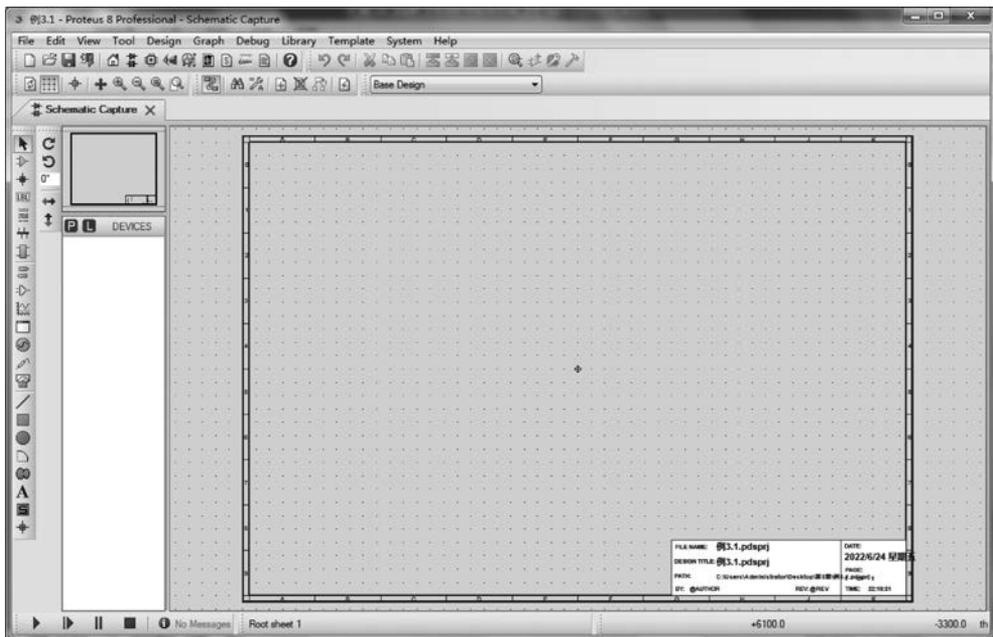

图 3.34 Proteus 的工作界面
(3) 下面一路单击 Next 按钮,直至最后一个对话框,单击 Finish 按钮,就新建了一个工程,并进入 Proteus 的工作界面,如图 3.34 所示。